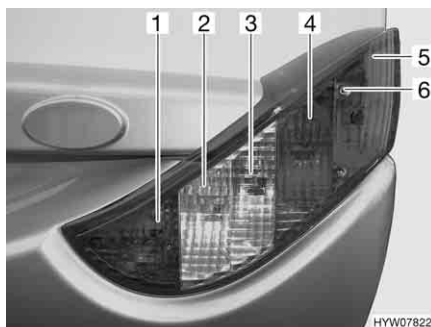

Fig. 186 Luci posteriori (lato anteriore)
- Svitare le tre viti ad esagono cavo (Fig. 186,6).